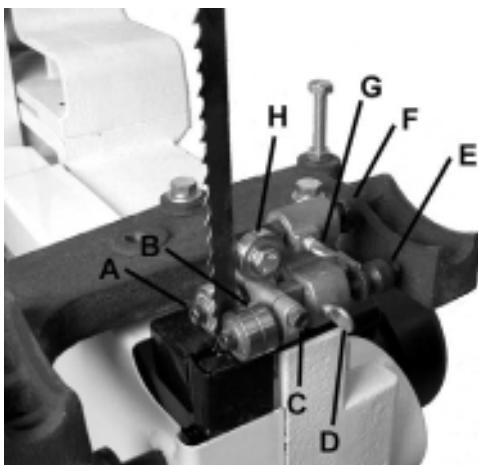

Рисунок 12.
3. Ослабьте барашек (G, Рис. 12) и поверните ручку с накаткой (F, Рис. 12), чтобы сдвинуть упорный подшипник (H, Рис. 12) внутрь или наружу, пока подшипник не будет на расстоянии 0,4 мм за полотном.
4. Затяните барашек (G, Рис. 12).
5. Ослабьте барашек (D, Рис. 12) и поверните ручку с накаткой (E, Рис. 12), чтобы сдвинуть скобу направляющего блока внутрь или наружу, пока передняя кромка направляющих подшипников не будет чуть позади впадин зубьев полотна.
6. Затяните барашек (D, Рис. 12).
7. Ослабьте фиксирующий винт (C, Рис. 12) и поверните направляющие подшипники (B, Рис. 12), повернув эксцентрик (A, Рис. 12) торцевым шестигранным ключом 4 мм в комплекте. Направляющие подшипники должны быть так близко к полотну, как только возможно без сдавливания.
8. Затяните фиксирующий винт (C, Рис. 12).
- Если настройку нужно произвести влево или вправо, слегка ослабьте четыре винта (A, Рис. 12а) и произведите легкую поднастройку направляющей стойки. Затяните винты, когда процесс завершен.
- Если требуется произвести настройку вперед-назад, это делается затягиванием или ослаблением винтов (B, C, Рис. 12а). Верхние установочные винты (B, Рис. 12а) отводят направляющую стойку назад (если стоять напротив станка), в то время как нижние установочные винты (C, Рис. 12а) отводят направляющую стойку вперед.
Рисунок 12а.